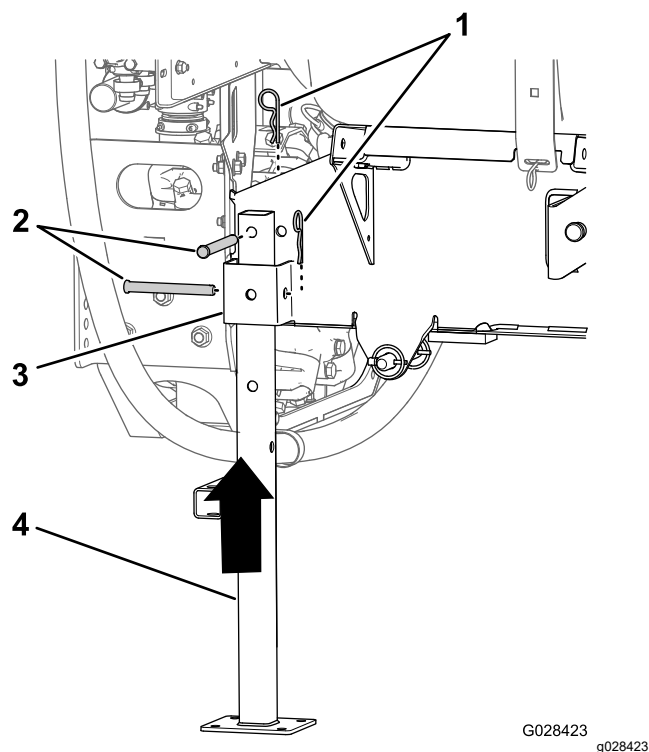

**Figure 135**
- Alignez les pieds de support avant sur le logement à l'avant de la cuve (Figure 135).
- Insérez le pied de support dans le logement jusqu'à ce que le trou central du tube horizontal du pied soit en face du trou en haut du logement (Figure 135).
- Vissez une molette de verrouillage dans le logement et serrez-la à la main (Figure 135).